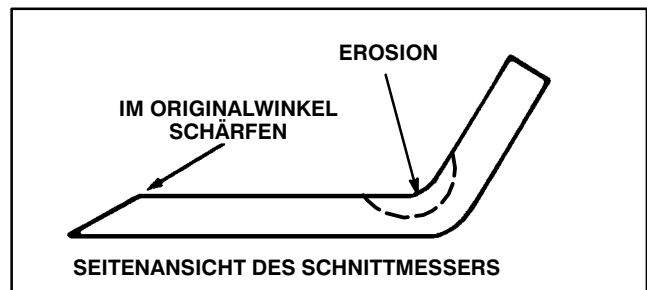

Abbildung 21
7. Die Schnittfläche an beiden Enden des Messerbalkens mit Hilfe einer Feile schärfen (Abb. 21).
Jedesmal, wenn der Aufsitzmäher hochgekippt wird, den Messerbalken prüfen. Wenn dessen Befestigungsschraube locker ist, diese auf 61-81 Nm festziehen. Wenn Messerbalken oder Windflügel (Abb. 21) am Ende des Messers abgenutzt, korrodiert oder angerissen sind, diese auswechseln. Verbogene Messerbalken auswechseln. Um den sicheren Betriebszustand zu gewährleisten, immer nur echte TORO Ersatzteile verwenden. **NIE 'PASSEN SCHON' MESSER VERWENDEN.**